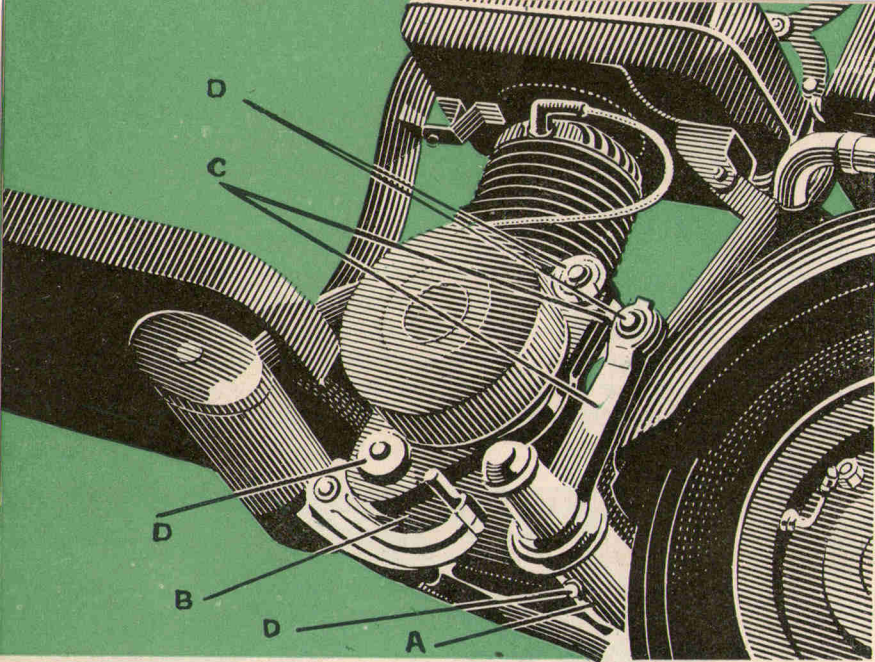

Fig. 6
Estos grupos, que funcionan lubricados por grasa, se hallan protegidos contra el agua y el polvo, dentro de las cajas (B). La suspensión trasera (Fig. 6), actúa por medio de un largo brazo oscilante constituido por la caja de transmisión (Fig. 12, A), que oscila sobre un perno de acero soportado por el bastidor. En su movimiento, el brazo oscilante acciona sobre la barra de torsión, construida de acero especial.
Las oscilaciones del grupo motor, se transmiten a la barra de torsión por medio de las palancas (C), (Fig. 6), adecuadamente proporcionadas para reducir el ángulo de torsión de la barra, a medida que aumenta la carga. De